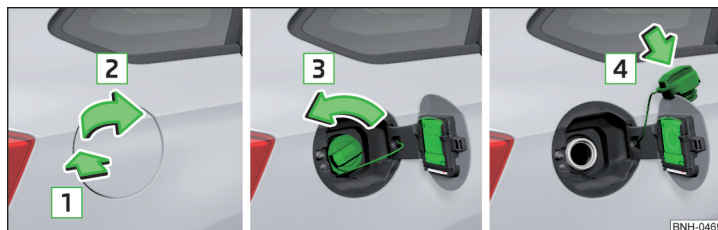

Fig. 235 Abrir la tapa del depósito/ desenroscar el cierre del depósito/ colocar el cierre del depósito en la tapa del depósito
- Presionar la tapa del depósito en el sentido de la flecha  y abrirla en el sentido de la flecha  » fig. 235.